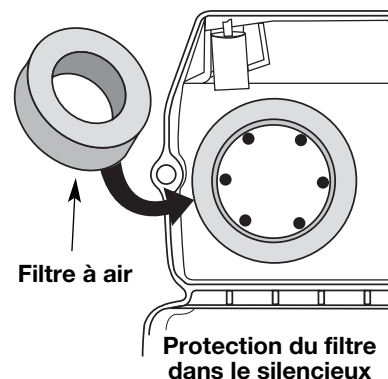

Fig. 18
- Retournez le couvercle et inspectez l'intérieur pour repérer le filtre à air. Retirez le filtre à air de l'intérieur du couvercle du filtre à air/silencieux (Fig. 18).
6. Remplacez le filtre à air dans le filtre à air/couvercle du silencieux (Fig. 18).